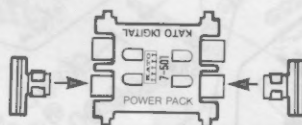

Fig. 4
- ① Sie entfernen wie beschrieben das Dacheinsatzteil welches gerastet ist.
- ② Zur Installation der Innenbeleuchtung montieren Sie die Platine (Fig. Nr.2 P-D) auf den Platinenhalter Nr.1 (Löcher beachten Fig.4)
- ③ Entsprechend der Länge der benötigten Innenbeleuchtung können Sie den Lichtleiter kürzen. (Einkerbungen). Die Platine mit den kleinen Glühlampen befindet sich dann bei richtiger Montage zwischen den beiden Lichtleitern. (Fig.4)
- ⑤ Montieren Sie die kupfernen Steckverbindungen Nr.3 auf die im Modell bereits vorhandenen senkrechten Kontaktstege.
- ⑥ Bauen Sie das Ganze wie in Fig.4 beschrieben zusammen.
Dieses Stück kleben Sie an die Innenseite des Dachs direkt über den Birnchen. Fig.4 Nr.5